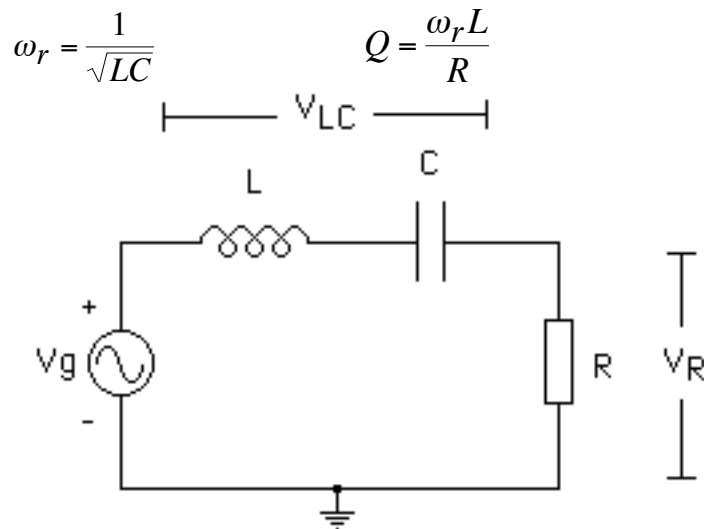

Figura 6.1. Circuito RLC serie
1.- Haga un esquema de la respuesta en frecuencia del circuito RLC serie mostrado en la Figura 6.1. Defina los conceptos de frecuencia de resonancia (ω_r), frecuencia de corte inferior (ω_1), frecuencia de corte superior (ω_2) y ancho de banda ($BW = \omega_2 - \omega_1$) e identifique estos parámetros sobre el esquema realizado. Defina el factor de calidad (Q) de dicho circuito. A partir de los valores de la resistencia, el condensador y la inductancia indicados por su profesor, determine el valor teórico de la frecuencia de resonancia ω_r y del factor de calidad Q del circuito, donde:
- 3.- Explique el procedimiento para determinar experimentalmente el ancho de banda ($BW = f_2 - f_1$) y el factor de calidad (Q) del circuito de la figura 6.1.
- 4.- Considerando que la salida del circuito de la Figura 6.1 es V_R , explique el principio de operación que hace de dicho circuito un filtro pasa-banda pasivo.
- 5.- Realice un análisis AC SWEEP en SPICE del circuito de la Figura 6.1 con los valores indicados por su profesor para graficar la magnitud del voltaje V_R , aplicando una fuente de voltaje de 1 V de amplitud y variando la frecuencia de 100 Hz a 1 MHz (escala logarítmica). Identifique la frecuencia de resonancia y las frecuencias de corte en la gráfica de SPICE.
- 6.- Dibuje el circuito de la Figura 6.1 de forma que la resistencia tenga una conexión común con el positivo de la fuente y por lo tanto el voltaje V_{LC} , considerado ahora como la salida del circuito, quede referido a tierra. Explique el principio de operación que hace de este circuito un filtro elimina-banda pasivo.
- 7.- Realice un análisis AC SWEEP en SPICE del circuito de la Figura 6.1 con los valores indicados por su profesor para graficar la magnitud del voltaje V_{LC} , utilizando las mismas condiciones anteriores. Identifique la frecuencia de resonancia y las frecuencias de corte en la gráfica de SPICE.
- 8.- Dibuje el circuito de la Figura 6.1 de forma que el condensador tenga una conexión común con la tierra de la fuente y por lo tanto el voltaje V_C , considerado ahora como la salida del circuito, quede referido a tierra. Explique el principio de operación que hace de este circuito un filtro pasa-bajo pasivo (de segundo orden).
- 9.- Realice un análisis AC SWEEP en SPICE del circuito de la Figura 6.1 con los valores indicados por su profesor para graficar la magnitud del voltaje V_C , utilizando las mismas condiciones anteriores. Determine en la gráfica de SPICE la magnitud del voltaje V_C para la frecuencia de resonancia del circuito y la frecuencia de corte del filtro pasa-bajo pasivo.
- 10.-Dibuje el circuito de la Figura 6.1 de forma que la inductancia tenga una conexión común con la tierra de la fuente y por lo tanto el voltaje V_L , considerado ahora como la salida del circuito, quede referido a tierra. Explique brevemente el principio de operación que hace de este circuito un filtro pasa-alto pasivo (de segundo orden).
- 11.-Realice un análisis AC SWEEP en SPICE del circuito de la Figura 6.1 con los valores indicados por su profesor para graficar la magnitud del voltaje V_L , utilizando las mismas condiciones anteriores. Determine en la gráfica de SPICE la magnitud del voltaje V_L para la frecuencia de resonancia del circuito y la frecuencia de corte del filtro pasa-alto pasivo.